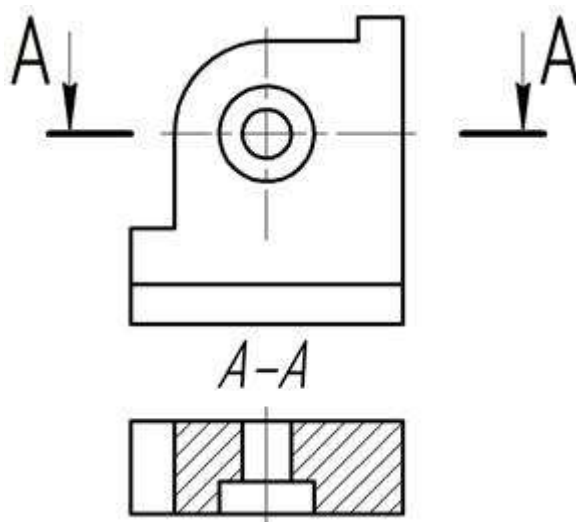
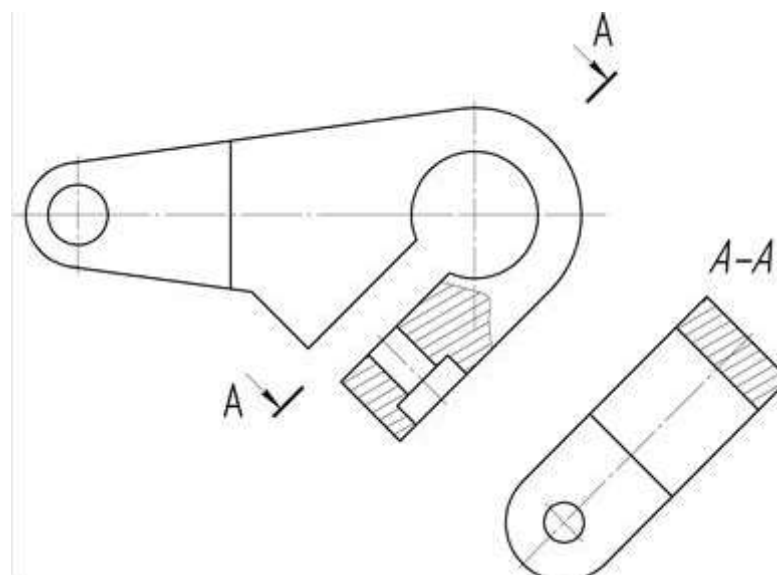

Рисунок 1.16 – Горизонтальный разрез
Рисунок 1.17 – Вертикальный разрез
**Горизонтальный** (рисунок 1.16) разрез получается, если секущая плоскость параллельна горизонтальной плоскости проекций. Если секущая плоскость расположена под некоторым (отличным от прямого) углом к горизонтальной плоскости проекций, то разрез называется **наклонным** (рисунок 1.17).
**Частичный** – разрез ограниченной части изображенного на виде предмета. Частичный разрез выделяется на виде волнистой линией или линией с изломом (рисунок 1.17).